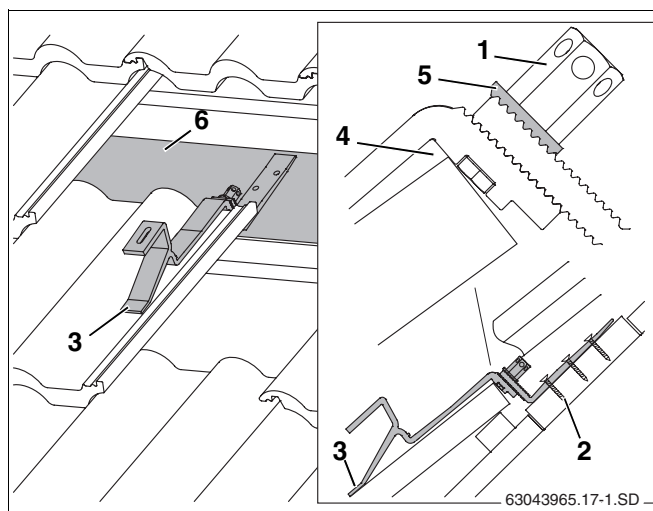

fig. 15 Gancho para telhados instalado (para uma melhor imagem, algumas telhas não estão apresentadas)
- ▶ Colocar o apoio à frente de tal forma que no caso de carga este assente numa concavidade (fig. 15, **item 3**).
O gancho para telhados deverá ter alguma folga no bordo superior da telha (fig. 15, **item 4**). Eventualmente, ajustar a telha em cima.
- ▶ Fazer deslocar para baixo o gancho para telhados até que este assente no caibro ou nas tábuas/pranchas (fig. 15, **item 6**).
A anilha dentada (fig. 15, **item 5**) deve encaixar na parte inferior dentada do gancho para telhados.
- ▶ Apertar a porca sextavada comprida (fig. 15, **item 1**). Para o efeito, introduzir a chave SW5 no furo da porca sextavada e rodar.
- ▶ Fixar a parte inferior do gancho para telhados, pelo menos, ao primeiro (fig. 15, **item 2**) e segundo furos no caibro com parafusos adequados.